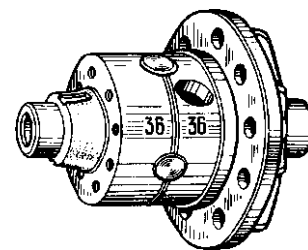

Рис. 9.7. Установка коробки сателлитов по меткам
6. Установите шестерню полуоси с упорной шайбой в сборе в правую коробку сателлитов. Придерживая шестерню полуоси, установите правую чашку сателлитов на левую так, чтобы метки (рис. 9.7) (порядковые номера) обеих чашек были совмещены.